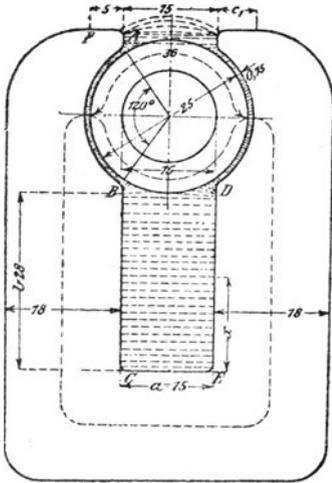

Fig. 62.
162. Es ist die Amperewindungszahl der nebenstehenden Dynamo (Fig. 62) zu berechnen unter der Voraussetzung, daß der Anker 20 [25] (16) cm lang ist und von $1,7 \cdot 10^6$ [$2,8 \cdot 10^6$] ($16 \cdot 10^6$) Kraftlinien durchsetzt werden soll.